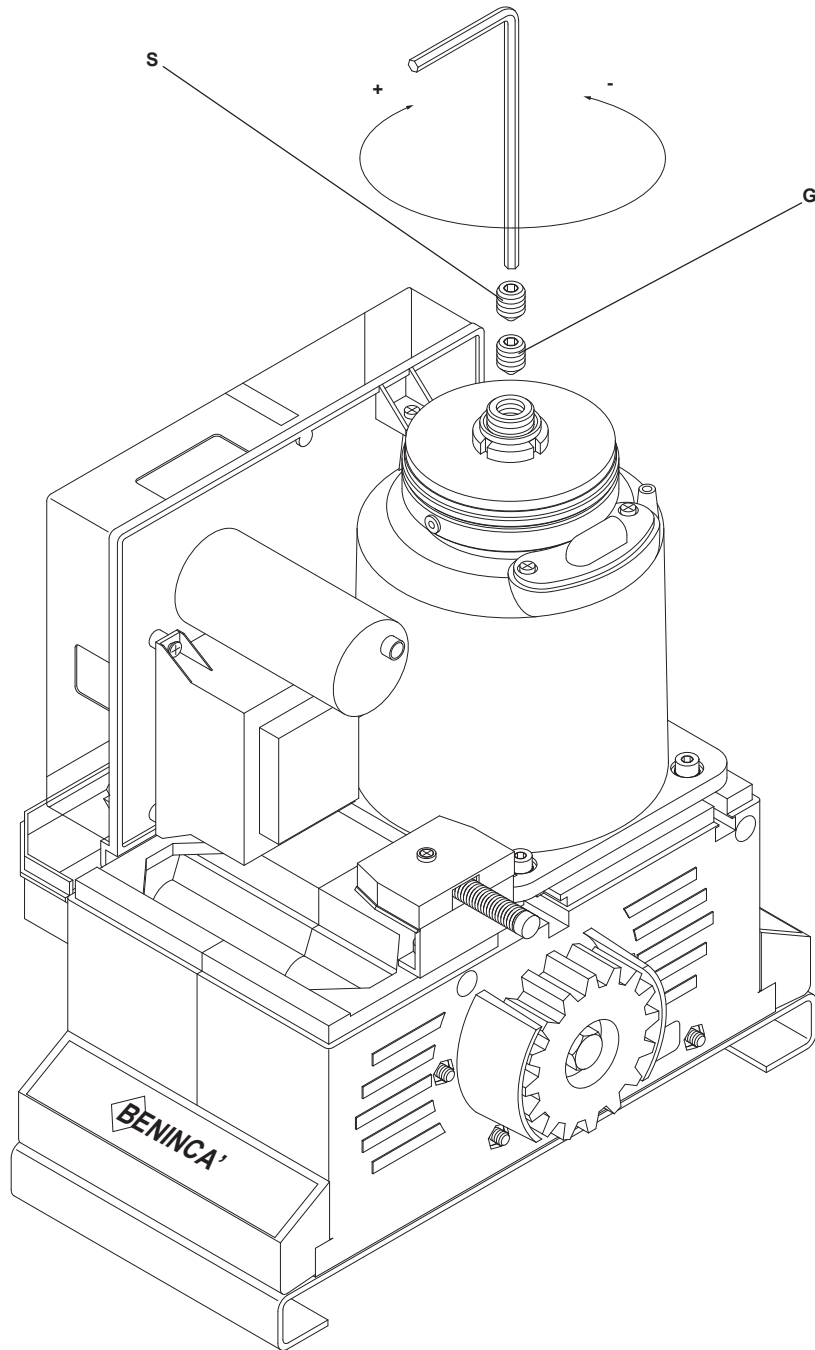

Fig.6
7. Regolazione frizione meccanica (fig.6)
7. Mechanical friction adjustment (fig.6)
7. Réglage de l'embrayage mécanique (fig.6)
7. Regulacion friccion mecanica (fig.6)